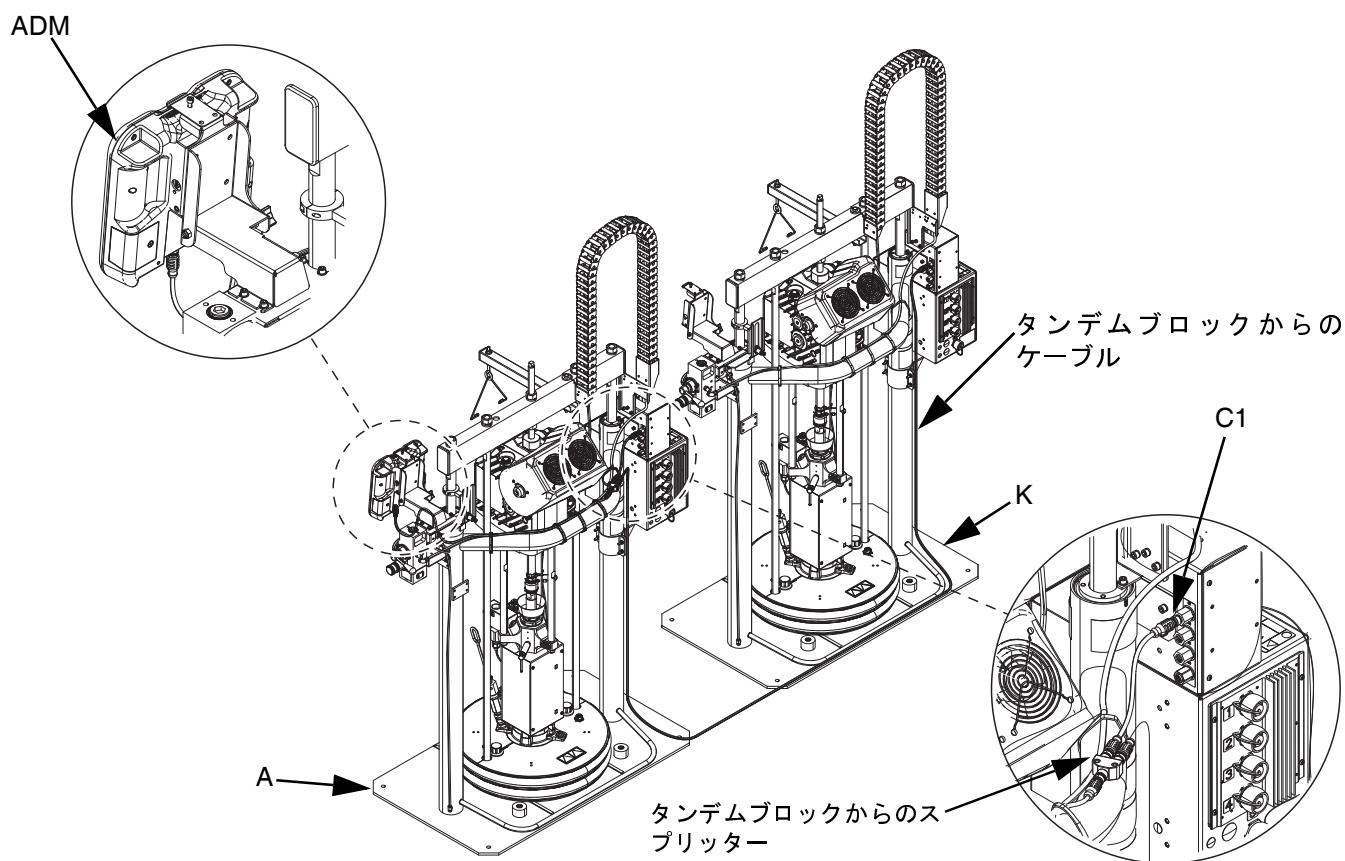

図 10: 通信の接続
4. キットに同梱されているジップタイを使用して、ラムのフレームへケーブルを固定します。ケーブルの配線については、図 10 を参照してください。